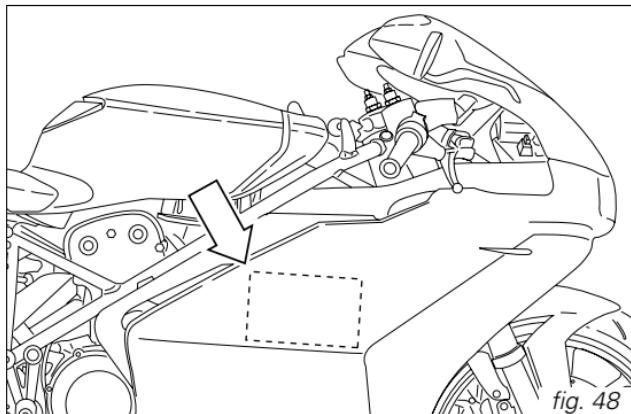
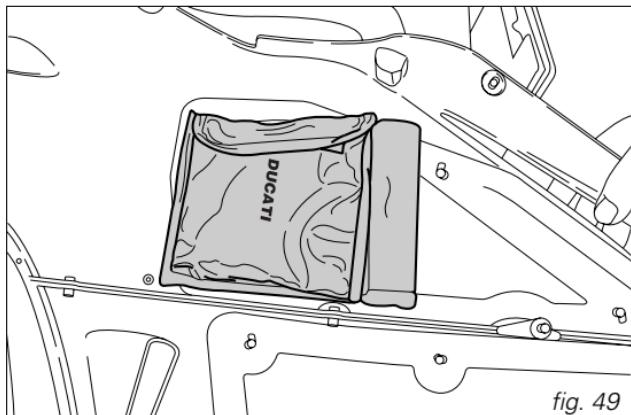

fig. 48
fig. 49
**Accessoires fournis** (fig. 48 et fig. 49)